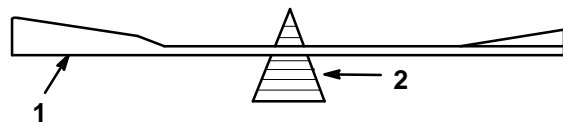

Figure 37
2. Vérifier l'équilibre de la lame en la plaçant sur un équilibreur (Fig. 37). Si la lame reste horizontale, elle est équilibrée et peut être utilisée. Si la lame est déséquilibrée, limer un peu la face arrière de la lame. Vérifier de nouveau et répéter la procédure jusqu'à ce que la lame soit équilibrée.